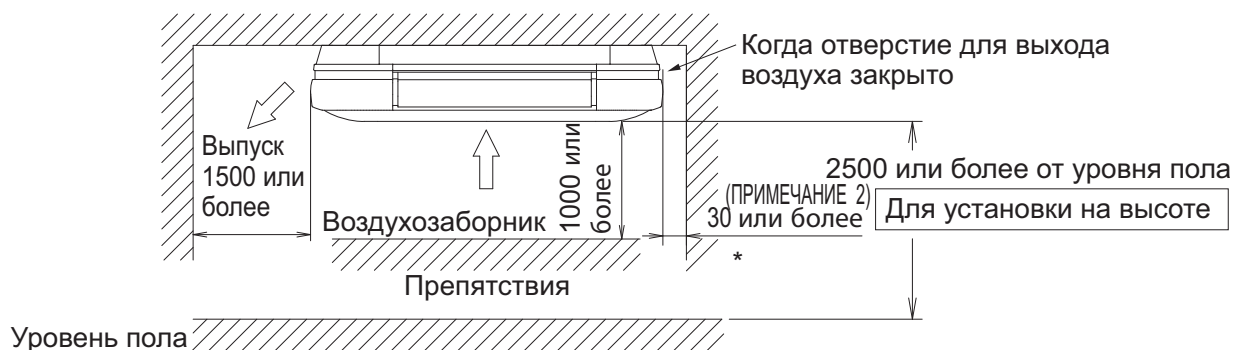
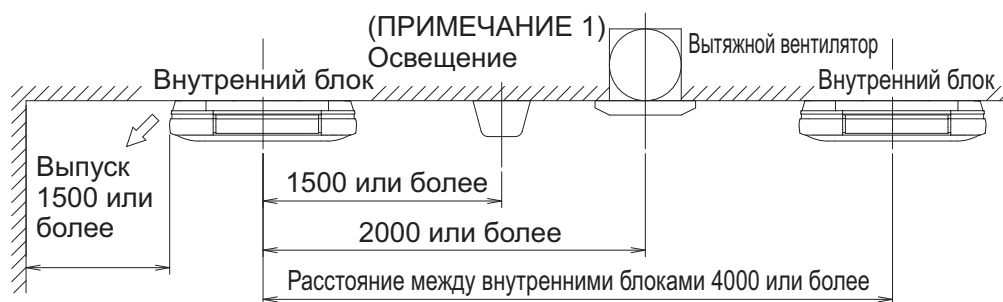

Рис. 1
Рис. 2
(1) Выберите место для установки, одобренное заказчиком и соответствующее следующим условиям.
- С наличием свободного пространства, достаточного для установки и технического обслуживания. (См. рис. 1 и рис. 2)
Расчет минимальной площади помещения (только для хладагента R32). Рассчитать по графику или таблице минимальную площадь помещения. См. рис. 1 на обратной стороне лицевой крышки.